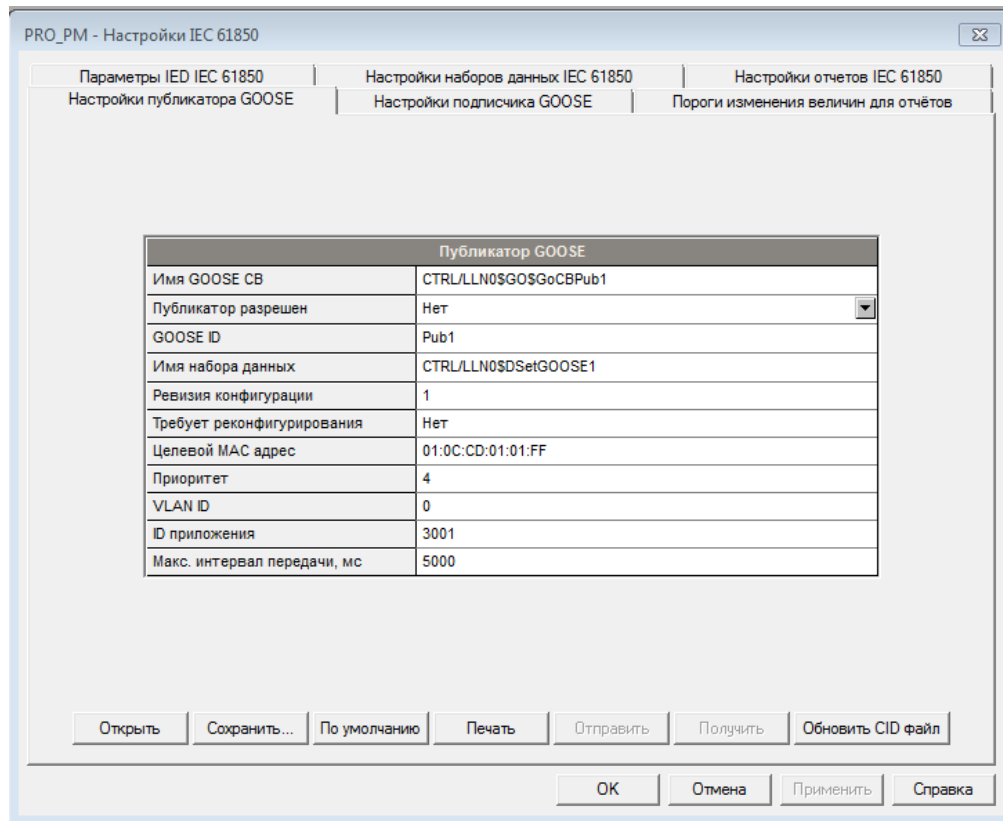

Рисунок 122 – Настройки публикатора GOOSE
1. Выберите на панели меню ПО PAS «Настройки» – «Настройки IEC 61850», в открывшемся окне выберете вкладку «Настройки публикатора GOOSE» (рисунок 122).